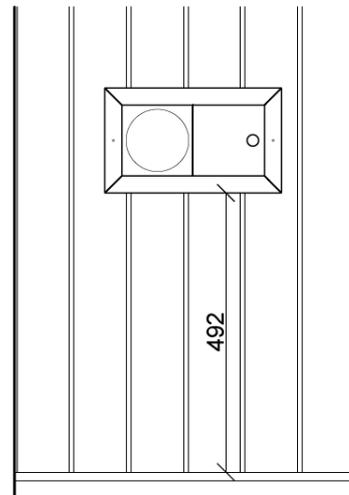

Abbildung 10
1. Den Abluftschieber waagrecht auf der Innenseiten festschrauben (3,5 x 25 mm) (Abbildung 10).